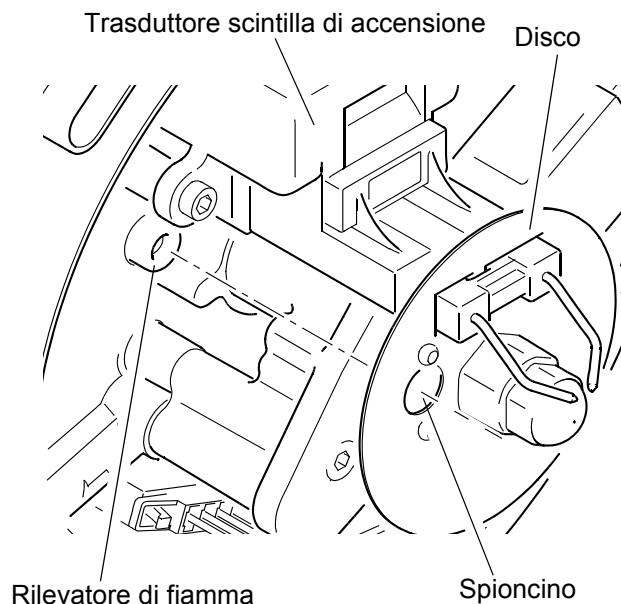

fig. 511
- Applicare una tensione continua di 24 Volt secondo la fig. 511 (10kOhm all'ingresso SE).
Il corpo vitreo del rilevatore di fiamma e lo spioncino del disco (vedere fig. 511) devono essere puliti in presenza di sporco.